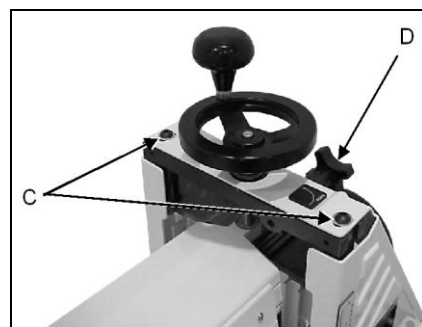

Fig 15
Zur Trommelausrichtung lockern Sie die zwei Innensechskantschrauben (C, Fig 15).
Falls sich die Schleifbilder überlappen, lockern Sie die zwei Innensechskantschrauben (C, Fig 15) und heben Sie das freie Trommelende durch Drehen des Stellgriffs (D) im Uhrzeigersinn und ziehen Sie die Innensechskantschrauben wieder fest.